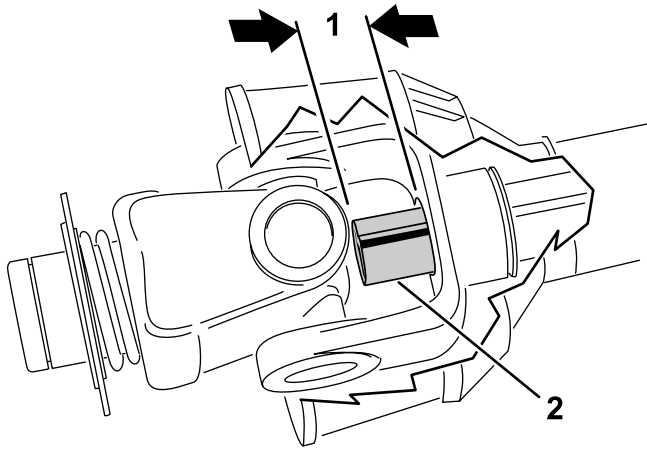

Figura 16
9. Deslice totalmente los tubos del árbol de la TDF juntos. Compruebe que el tubo **interior** no sobresale a la zona de cruceta y cojinete del tubo exterior (Figura 16). Si ocurre esto, debe cortar **más** el tubo interior; continúe con el siguiente paso.
10. Mida la distancia de penetración del tubo interior en la zona de cruceta y cojinete del tubo exterior (Figura 16). Añada esta distancia a la dimensión obtenida en el paso 8.